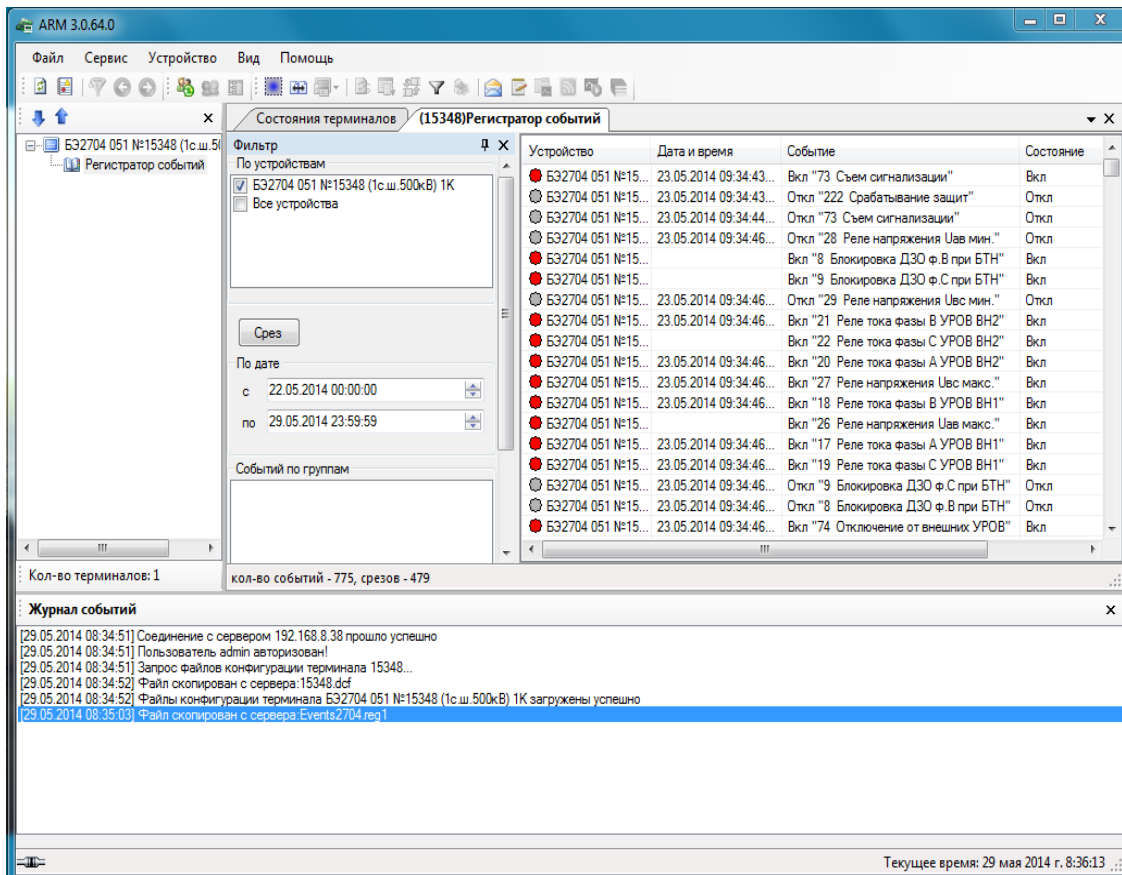

Рисунок 6.128
– в программе ARM-релейщика в меню терминала БЭ2704 выбрать пункт **Регистратор событий**, в котором можно просматривать события (рисунок 6.128).